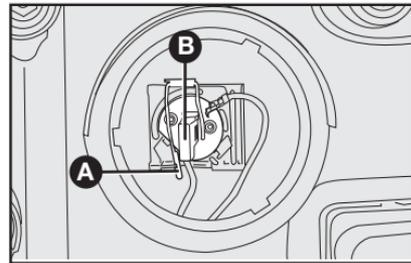

fig. 37
- 2) soltar el conector **B-fig. 37**;
3) apretar hacia abajo el elemento de fijación **A-fig. 37**, abriéndolo lateralmente;
- 5) posicionar la nueva lámpara en su alojamiento, reenganchar el elemento de fijación **A-fig. 37** y recolocar el conector **B-fig. 37**;